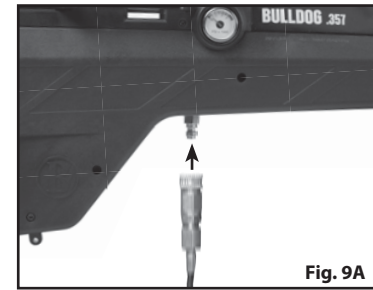

Fig. 9A
5. Enchufe el conector de desconexión rápida de su equipo de llenado a la boquilla de llenado del rifle de aire (véase la Fig. 9A).